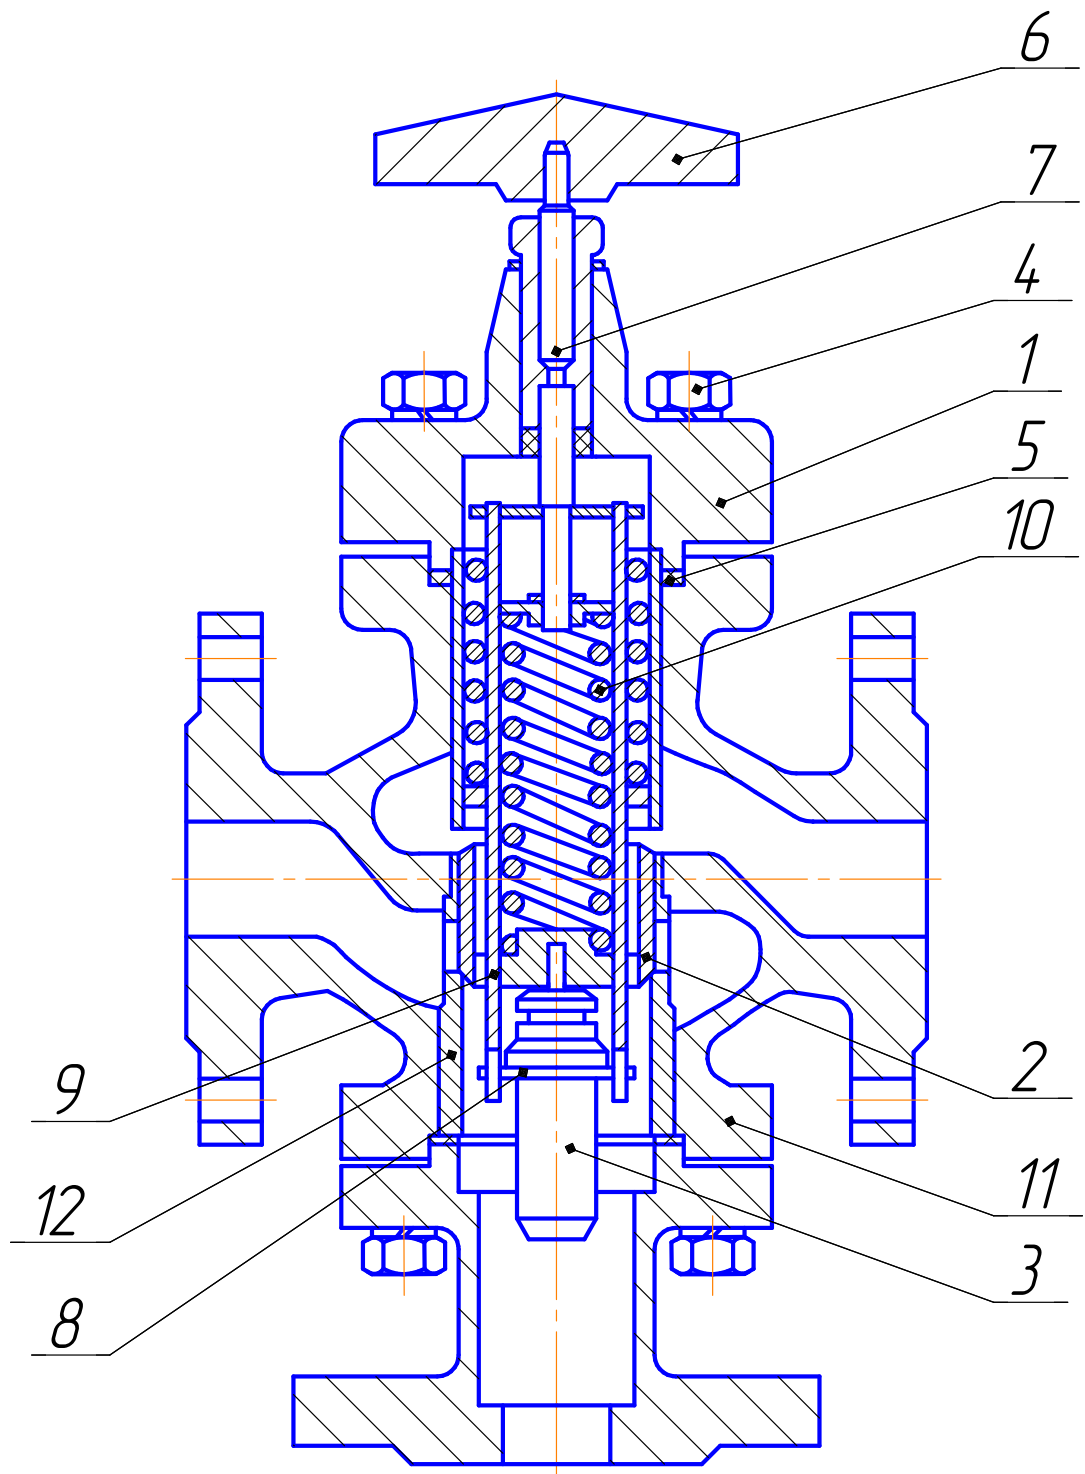
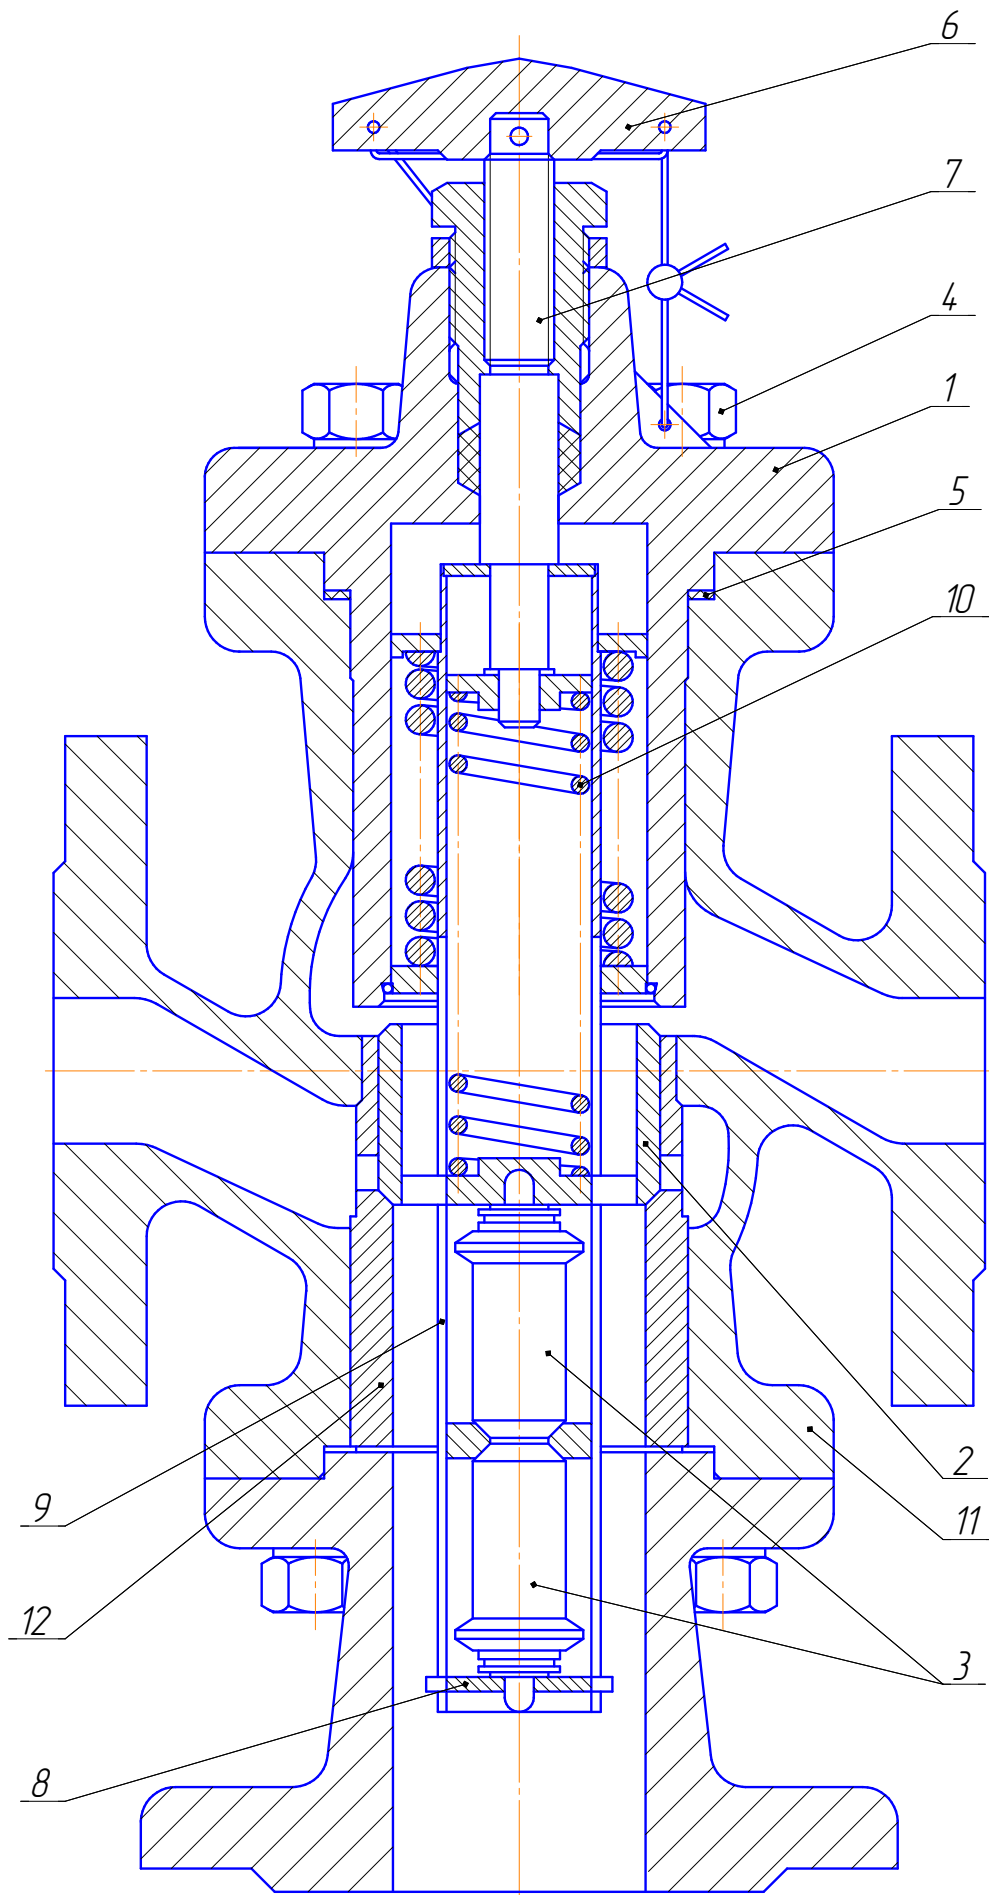

Рис. 1 Регуляторы РТ-ТС-25, 32, 40
Рис. 2 Регуляторы РТ-ТС-50, 80
2. Разборку и сборку регуляторов при замене датчика для DN 25, 32, 40 (рис. 1) или датчиков для DN 50, 80 (рис. 2) производить следующим образом: